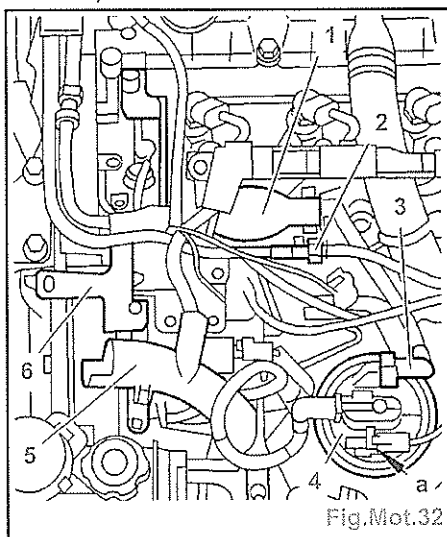

Fig. Mot.32
- Déposer la pompe d'amorçage (1) (Fig. Mot.32).